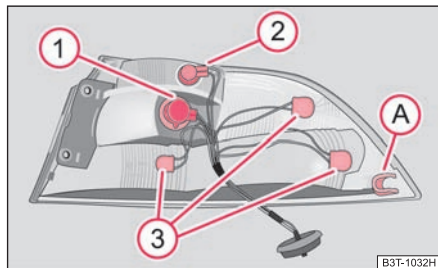

Fig. 240 Parte exterior de la unidad de luces posteriores: Lámparas
- Al montarla, introduzca primero la unidad de luces posteriores junto con el alojamiento **A** ⇒ página 272, fig. 240 hacia delante sobre un perno en la carrocería.
Posición de montaje de las bombillas en la unidad de luces posteriores exterior ⇒ fig. 240.